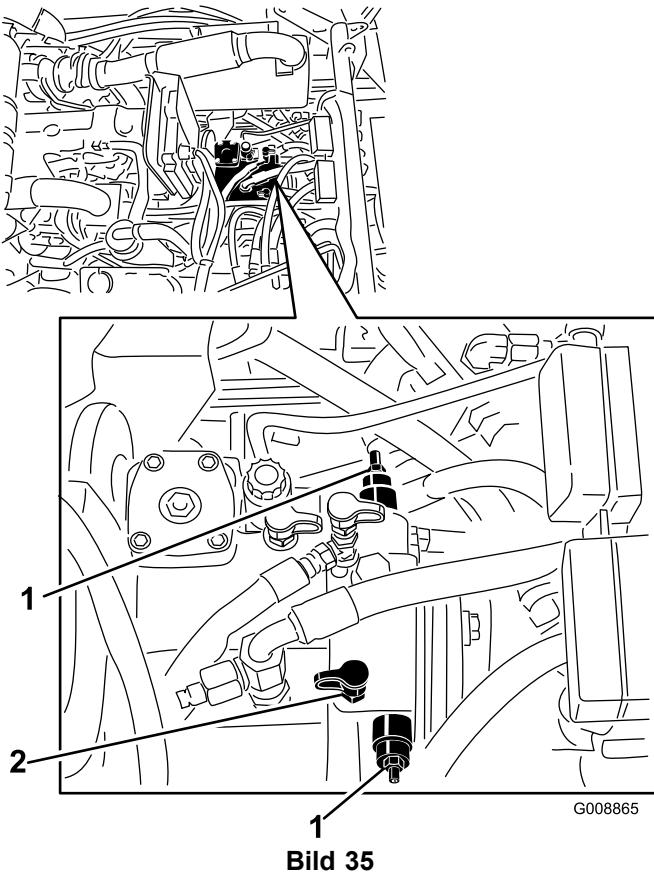

Bild 35
1. Öffnen Sie die Motorhaube und ermitteln Sie die Sicherheitsventile seitlich an der Pumpe (Bild 35).
2. Lösen Sie die Klemmmutter an jedem Sicherheitsventilschaft (Bild 35), um die Schleppventile zu aktivieren.
müssen, muss auch das Rückschlagventil im Allradantriebsverteiler umgangen werden. Wenn Sie das Sicherheitsventil umgehen möchten, schließen Sie einen Schlauch (Bestellnummer für den Schlauch 95-8843, Armatur 95-0985 [Menge 2] und Hydraulikarmatur 340-77 [Menge 2]) an die Testbuchse für den Druck beim Rückwärtsfahren an (Bild 35 und Bild 36), und die Testbuchse für den Allradantriebsdruck beim Rückwärtsfahren (Bild 36).